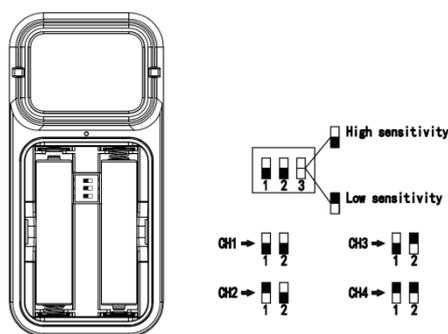

Abbildung 3
**Empfindlichkeitsstufe:** Um die Sensorempfindlichkeit der Erkennung (hoch oder niedrig) zu ändern, ändern Sie den Dip-Schalter 3 (siehe Abbildung 3).
**Kanalnummer:** Dieses Gerät unterstützt bis zu vier Sensoren. Um jede Kanalnummer einzustellen, ändern Sie die Dip-Schalter 1 und 2 (siehe Abbildung 3).